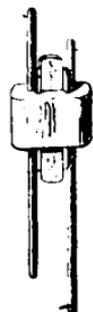

Рис. 36. Рейсмассъ, или ресмусъ.
*Рейсмассъ*, или *ресмусъ* (рис. 36) употребляется, когда нужно провести прямую линію (такъ называемую риску) въ равномъ разстояніи отъ края доски или бруска. Онъ состоитъ изъ деревянной колодки съ двумя сквозными отверстиями. Въ отверстия вставлены двѣ